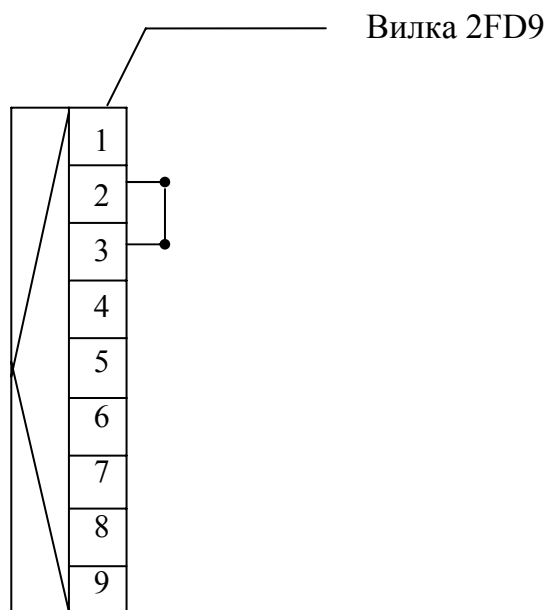

Рисунок 8 – Схема соединений заглушек для розетки “RS232”
2.1.8 Установить заглушку на розетку “RS232” (см. рис. 8).